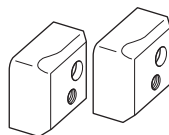

Fig. 57
4. Couteau (Fig. 57)(No. de code 319706)